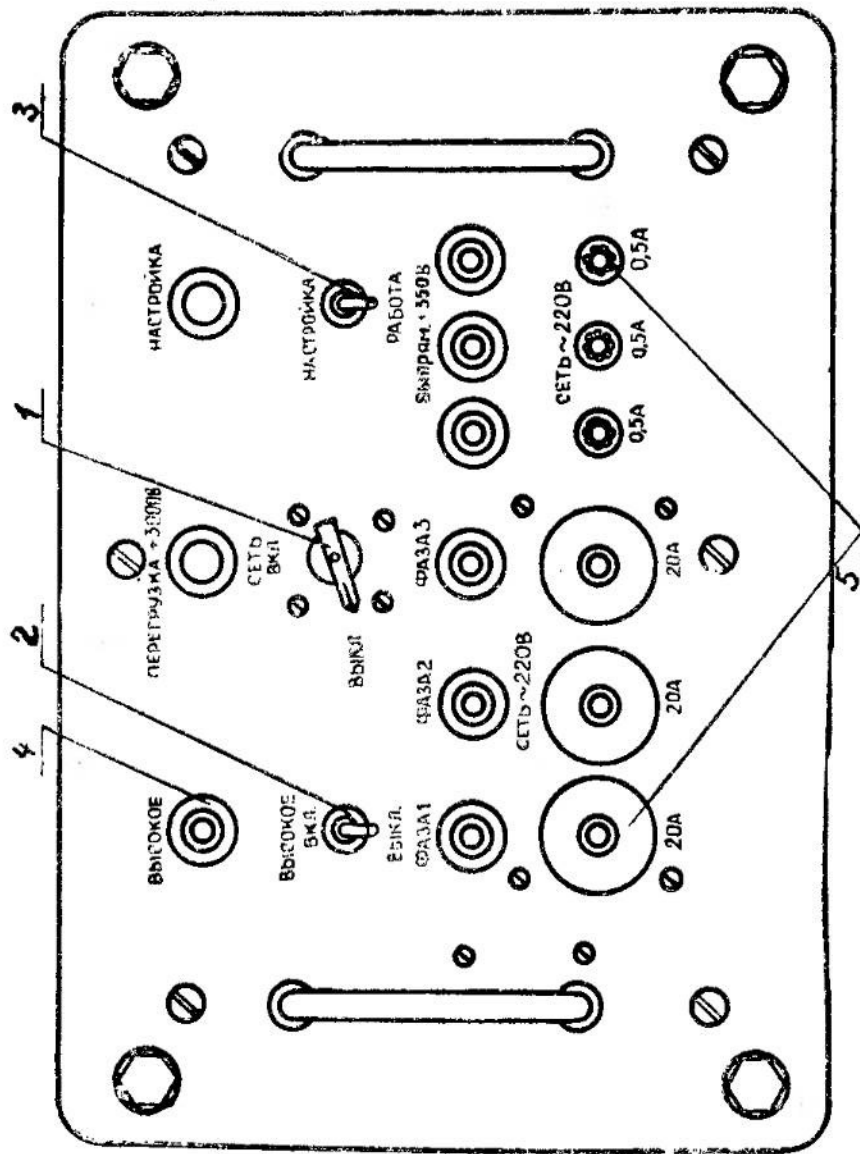

Рис. 6. Высоковольтный блок (передняя панель)
5.3.2. На передней панели размещены все органы управления и сигнализации (см. рис. 6):